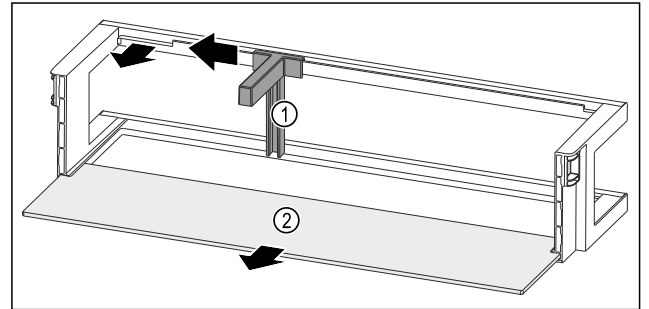

Fig. 133 Ajtópolc palacktartóval és tárolólappal
- ▶ A mélyedésig tolja oldalra a palacktartót Fig. 133 (1).
- ▶ Vegye ki a palacktartót Fig. 133 (1).
- ▶ Vegye ki a tárolólapot Fig. 133 (2).